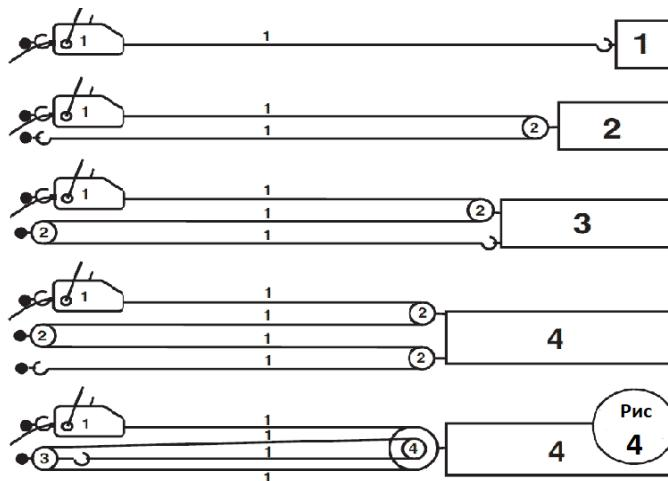
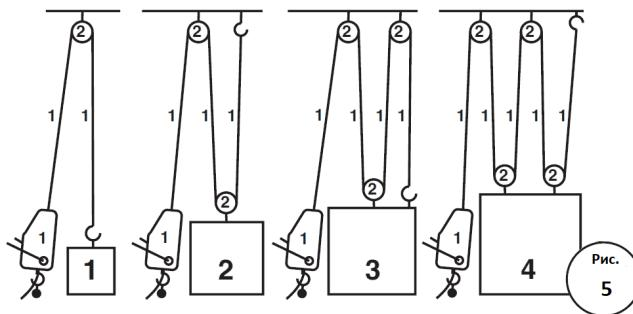

Рисунок 4. Использование блока.
Рисунок 5. Использование блока.
- **Грузоподъемность механизма можно значительно увеличить, используя сложный блок.** При этом усилия оператора остаются прежними. (см. Примеры: рис.4 и рис.5). Такое увеличение мощности зависит от КПД блоков. Диаметр используемых блоков должен превосходить диаметр троса, как минимум, в 15 раз.